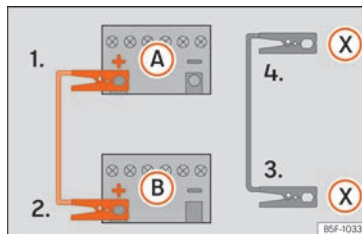

Abb. 191 Anschlussschema für Fahrzeuge mit Start-Stopp-System.
Starthilfekabel nur in folgender Reihenfolge anklemmen **1 > 2 > 3 > 4** »» (Abb. 191).
Fahrzeuge mit Start-Stopp-System: Klemmen Sie ein Ende des schwarzen Starthilfekabels (X) an einen geeigneten Masseanschluss, ein massives, fest mit dem Motorblock verschraubtes Metallteil oder an den Motorblock selbst »» (Abb. 191).
5. Klemmen Sie das andere Ende des schwarzen Starthilfekabels (X) im Fahrzeug mit der entladenen Batterie an ein mit dem Motorblock verschraubtes, massives Metallteil oder an den Motorblock selbst, aber so weit wie möglich von der Batterie A entfernt an.